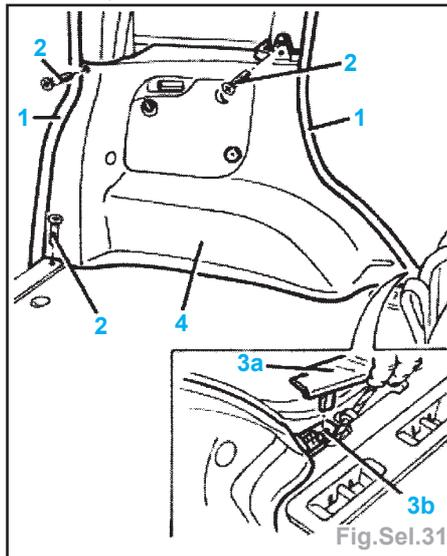

Fig.Sel.31
- la garniture latérale D ou G (Fig. Sel.31),